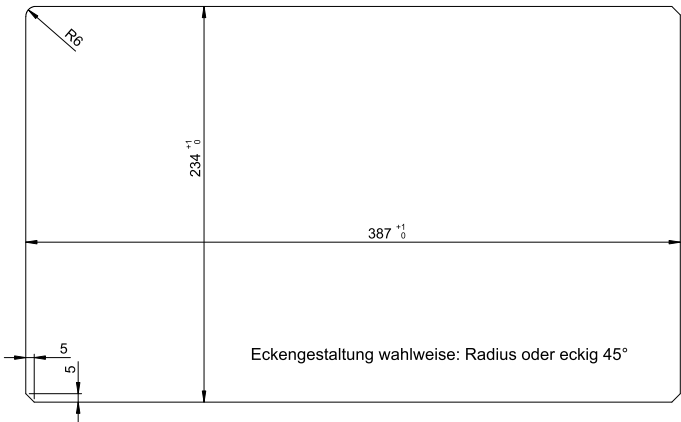

Fig. 5
1. Schneiden Sie eine Montageöffnung (siehe Fig. 5) in die Schaltschranktür oder in die Schalttafel.
2. Lösen Sie die Sicherungsmuttern ❹ von den Gewindebolzen und ziehen Sie den Konterrahmen ❶ vollständig ab.
3. Legen Sie die mitgelieferte Rundschnur ❸ (Dichtung) in die Nut des Displayrahmens ❷.
4. Schieben Sie das SPECTORcontrol III vorsichtig von vorne in die Montageöffnung, achten Sie dabei auf den richtigen Sitz der Rundschnur ❸ (Dichtung) in der Nut.
5. Schieben Sie anschließend den Konterrahmen ❶ von der Rückseite her über die Gewindebolzen.
6. Schrauben Sie das Gerät mit dem Konterrahmen ❶ gleichmäßig mit den Sicherungsmuttern ❹ fest (maximal bis der Displayrahmen ❷ umlaufend an der Fronttafel anliegt).